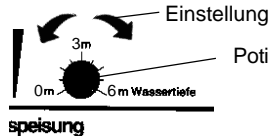

Bild 22
- Am Kontrollelement des Regenmanagers, siehe Bild 22, im Haus die Tiefe des Auffangbehälters (z.B. Zisterne/ Erdtank/ Kellertank) mit einem kleinen Schlitzschraubendreher einstellen.